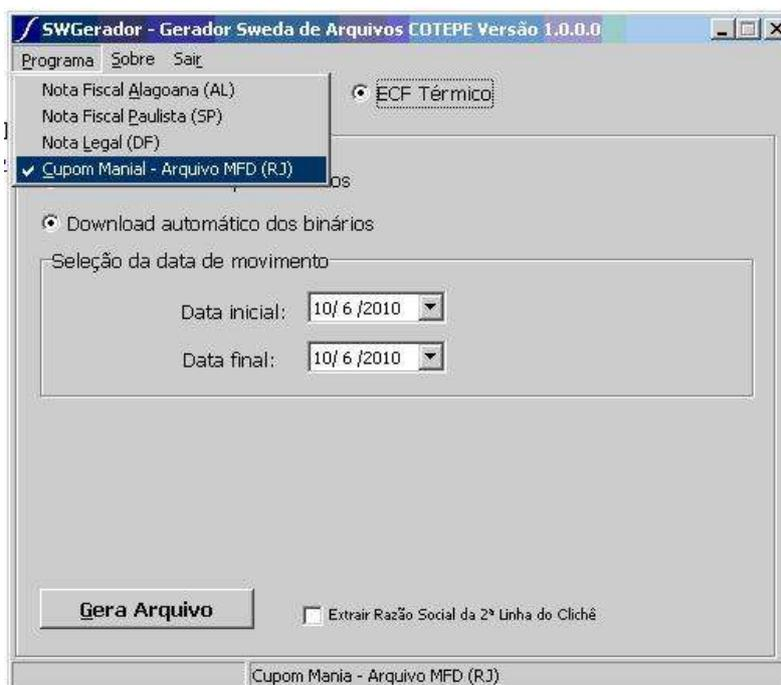

Figura 45 - SWGerador
Mude o menu programas para Cupom Mania (RJ) como mostra a Figura 45.